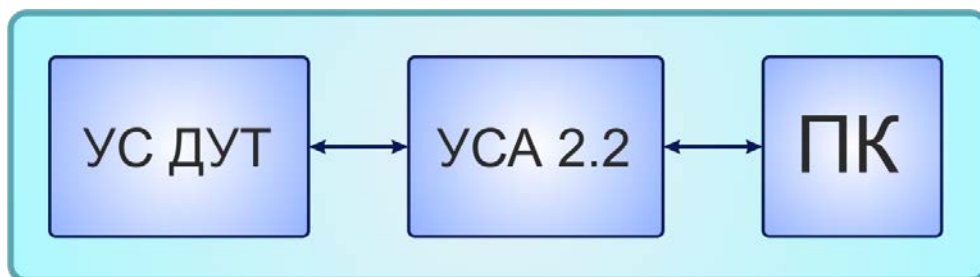

Рисунок 6 – Схема подключения УС ДУТ к ПК
2. Подключить УС ДУТ к ПК в соответствии с рис. 6.